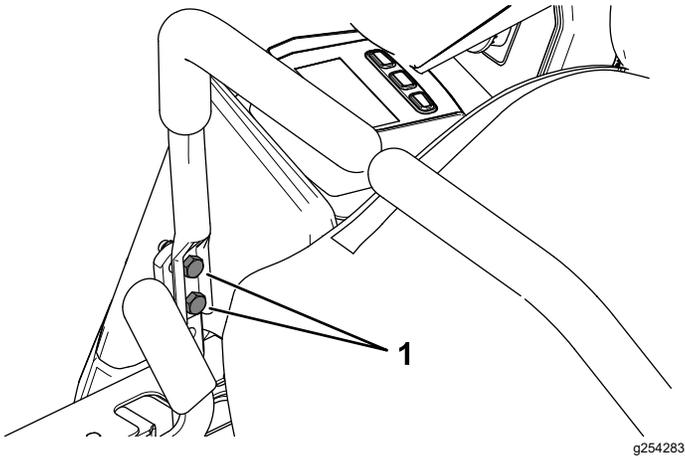

Figura 51
8. Si es necesario alinearlas, afloje los 2 pernos de montaje de la palanca de control de movimiento del lado que está mal alineado (Figura 51).
10. Apriete los 2 pernos de montaje de la palanca de control de movimiento (Figura 51).